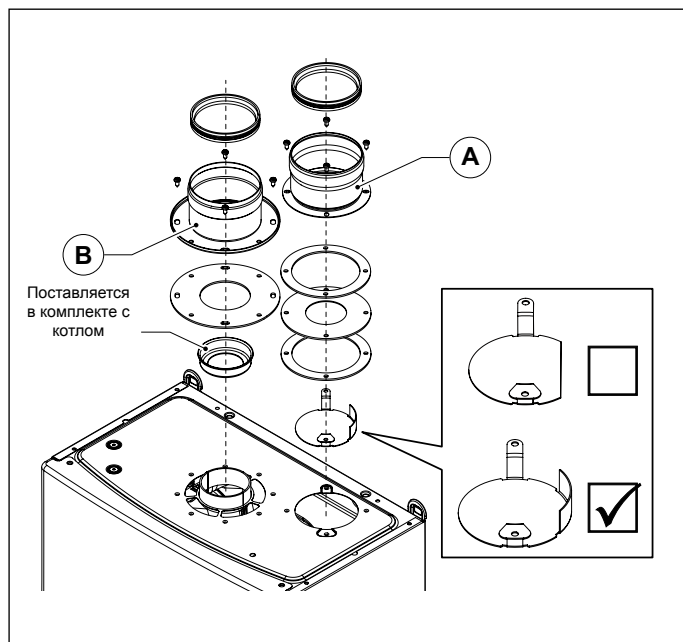

Рис. 10 10SDOPPIA13
- Смонтируйте соответствующий дефлектор воздуха (смотри Рис. 10 OSDOPPIA13).